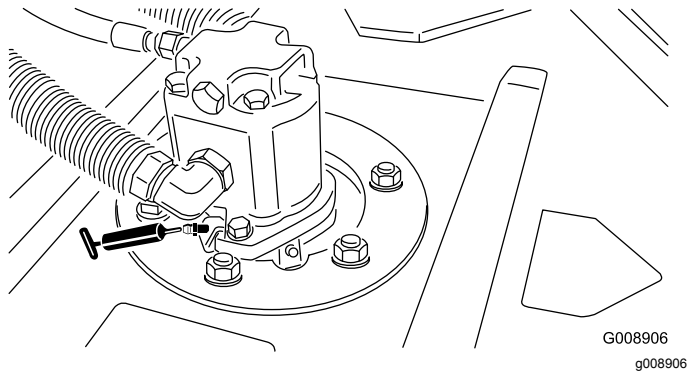

Figure 45
- 2 (par unité de coupe) roulements d'axe de pivot d'unité de coupe (Figure 45)